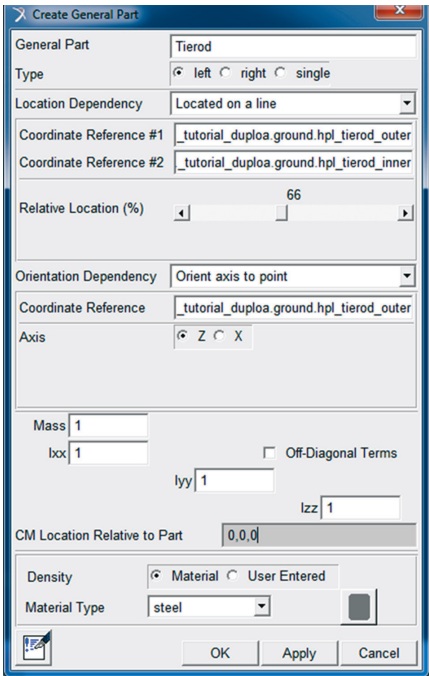

Figura 5.97 – Preenchimento da caixa de diálogo para construção do *General Part* “Tierod”.
- Preencha os campos da janela *Create General Part*, conforme ilustrado na Figura 5.97.